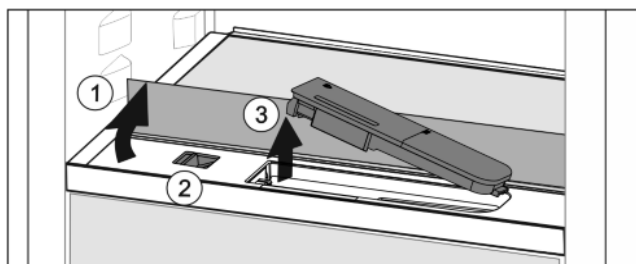

Fig. 36
- ▶ Skleněnou desku nadzvedněte a zaklapněte dozadu až na doraz Fig. 36 (1).
- ▶ Posuvník Fig. 36 (2) posuňte doleva.
- ▶ Vyměňte nádržku na vodu Fig. 36 (3).